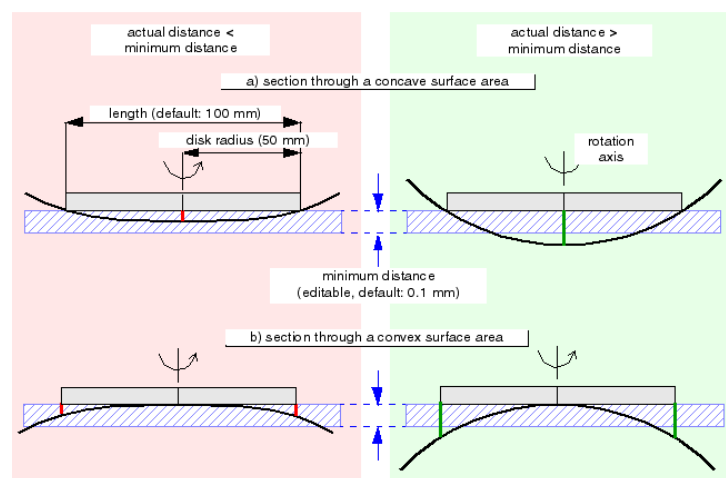

Figura 2.131 Explicación gráfica método Chord.
A) Método regla/disco “Chord”. (Figura 2.131)